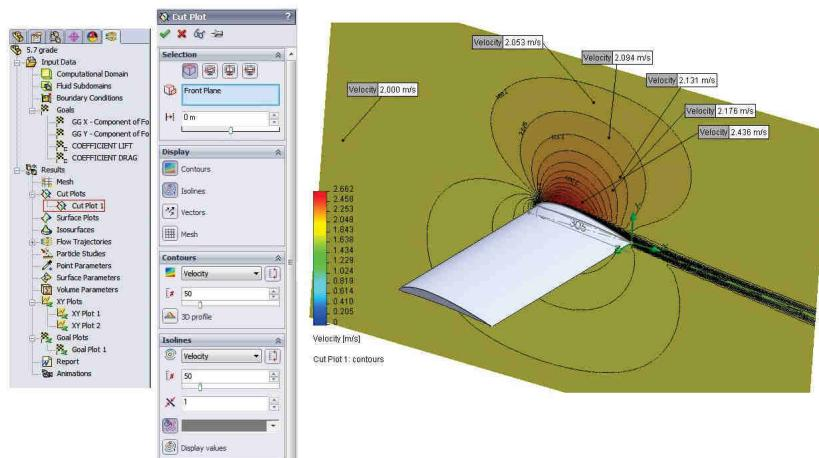

Fig. 16.18
- Click dreapta pe icoana **Cut Plots** și selecție opțiune **Insert**. Va apărea fereastra **Cut Plot**, fig. 16.18.
- Right-click the **Cut Plots** icon and select **Insert**. The **Cut Plot** dialog box appears, fig. 16.18.